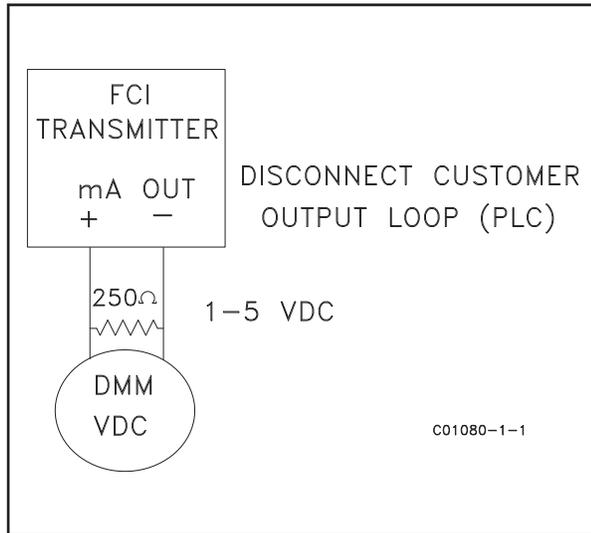

Figure 20
- A. Pour mesurer une tension comprise entre 1 et 5 volts, déconnecter les deux câbles en boucle de sortie et connecter une résistance de précision de 250 ohms sur la borne de sortie (figure 20). Connecter ensuite le MMN pour mesurer la chute de tension dans la résistance.